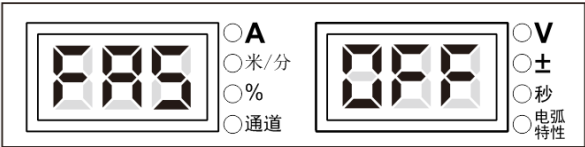

图 3-35 FA5 显示界面
1. 进入内部菜单，调节焊接电源面板旋钮至 **FA5**，如图 3-35 所示。